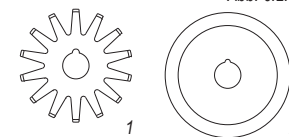

Abb. 6.2.1
- Das "Mürb-System" besteht aus "sternförmigen" Messern (1 Abb. 6.2.1) welche in das Fleisch dringen und die Nerven so zerschneiden, dass es zarter wird.
- Das System „Streifenschneider“ besteht aus Rundmessern (2 Abb. 6.2.1), die miteinander verbunden sind und das Fleisch in Streifen schneiden. Je nach Dicke der Abstandhalter variiert die Dicke des Streifens. Manipulieren Sie die Messerrollen nur, wenn Sie mit speziellen Schnittschutzhandschuhen aus Kevlar ausgerüstet sind.